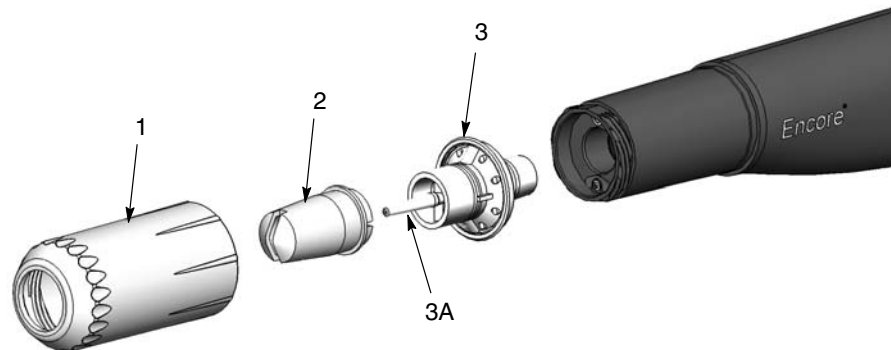

Figura 8 Extracción e instalación de la boquilla de aplicación plana
1. Ver la figura 8. Desenroscar la tuerca de boquilla (1) en sentido antihorario.
2. Retirar la boquilla de aplicación plana (2) del conjunto de electrodo (3).